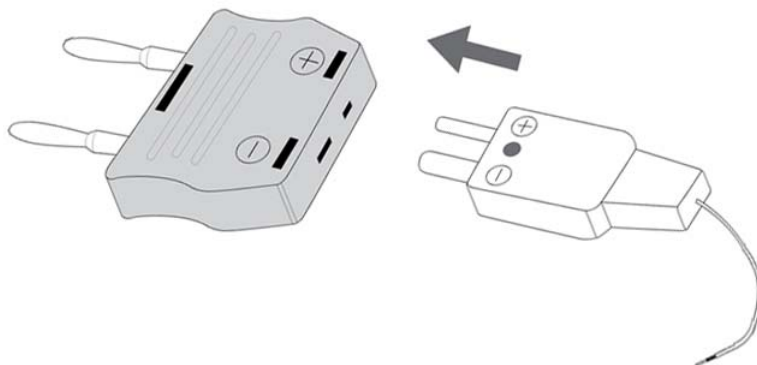
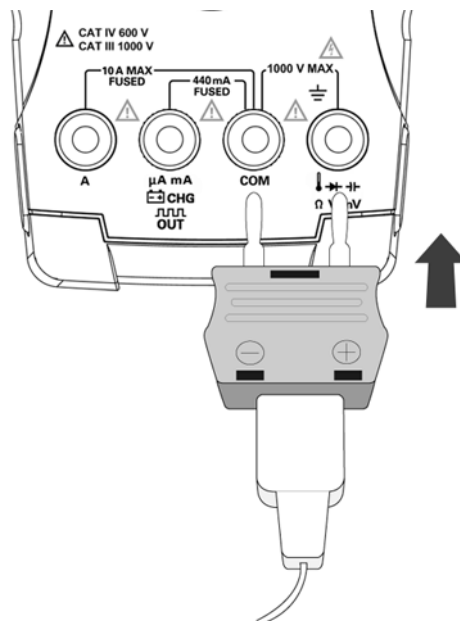

Figure 2-15 Connexion de la sonde de température sur l'adaptateur de transfert sans compensation
Figure 2-16 Connexion de la sonde avec l'adaptateur sur le multimètre
- 2 Connectez la sonde de température miniature sur l'adaptateur de transfert sans compensation comme illustré sur la Figure 2-15. Puis connectez la sonde de température avec l'adaptateur sur les bornes d'entrée du multimètre comme illustré sur la Figure 2-16.